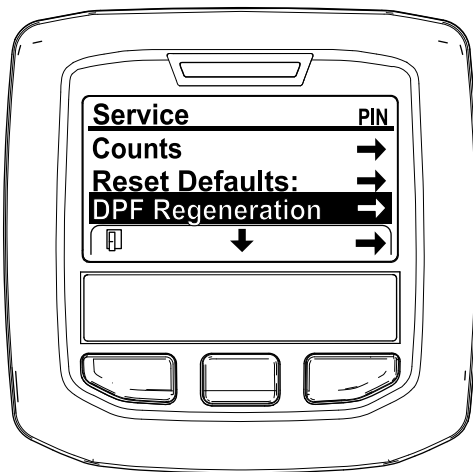

Figura 49
- En el menú SERVICE (Servicio), pulse el botón del medio hasta que aparezcan las opciones de DPF REGENERATION (Regeneración de DPF) y pulse el botón derecho para seleccionar la opción DPF REGENERATION (Regeneración de DPF) (Figura 49).